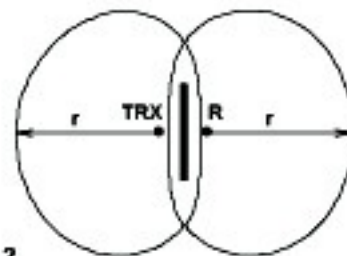

РИС. 2
- Наличие препятствий (стен, зданий и т.п.), мешающих прохождению или отражающих радиосигналы, что требует применения ретранслятора для увеличения радиуса действия (см. рис. 2);